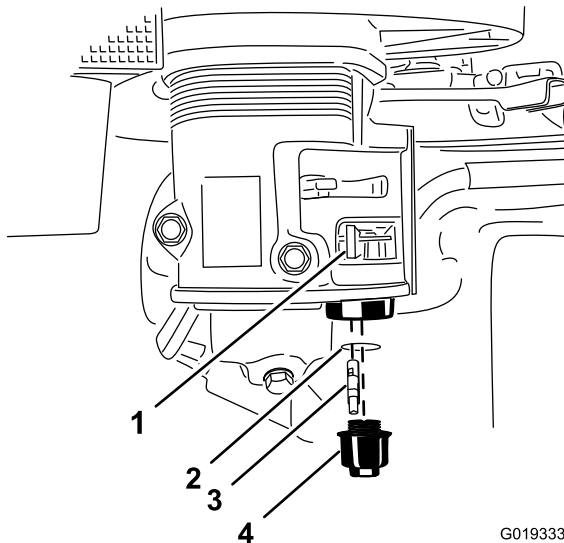

Figura 52
3. Mueva la palanca de la válvula de combustible a la posición de Cerrado, totalmente hacia la izquierda (Figura 52).
4. Desenrosque la taza de sedimentos (Figura 52).
5. Retire el filtro de combustible y la junta tórica (Figura 52).
8. Instale el filtro de combustible en la parte inferior del carburador (Figura 52).